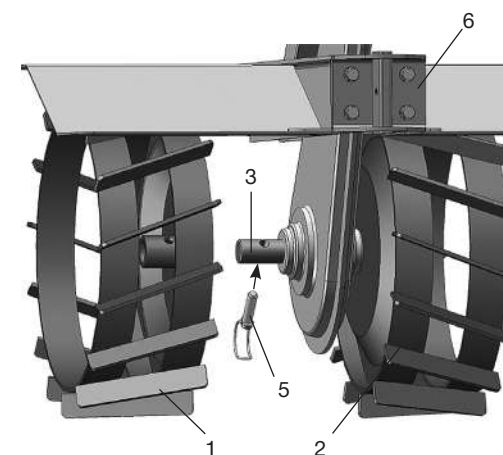

Рис. 1
ГРУНТОЗАЦЕПЫ (2) устанавливаются на выходной вал (3) редуктора мотокультиватора вместо штатных фрез. Для увеличения функциональных возможностей применения ГРУНТОЗАЦЕПОВ (получения разной по ширине колеи) применяются УДЛИНИТЕЛИ (4). Фиксация УДЛИНИТЕЛЕЙ и ГРУНТОЗАЦЕПОВ производится при помощи штатных фиксаторов (5) (из комплектации мотокультиватора). См. Рис. 1, 2, 3.
На Рис. 1 показана установка ГРУНТОЗАЦЕПОВ на минимальную ширину колеи – внешний габарит около 350 мм. (Применяется для окучевания.)